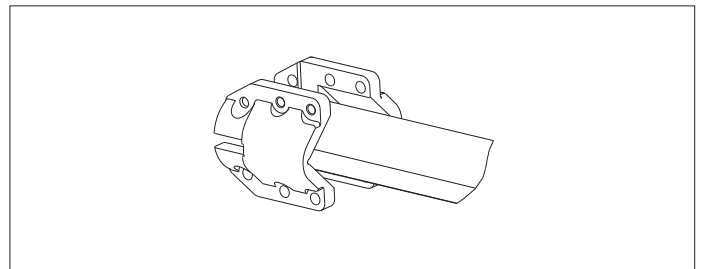
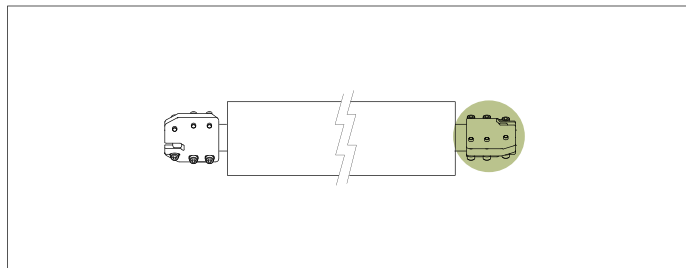

Рис. 32. Установка двух полумуфт на вал квадратного сечения
Рис. 38. Муфты должны быть смещены на  $90^\circ$  относительно друг друга
2. Установите две полумуфты на один конец вала. См. рис. 32.
11. Установите две полумуфты на другой конец вала; см. рис. 32. Обязательно сместите эти муфты на  $90^\circ$  по отношению к муфтам, установленным на шаге 2, как показано на рис. 38.